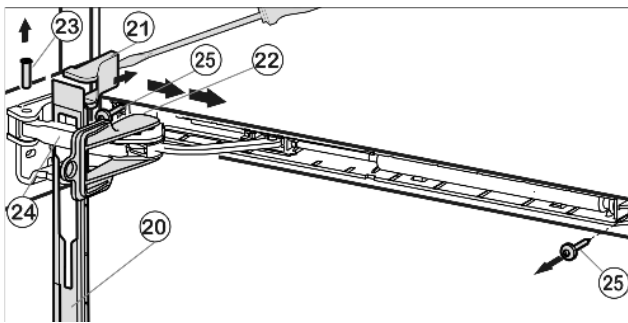

Fig. 10
- ▶ Сдвиньте накладку над амортизационной скобой Fig. 10 (24) в направлении устройства вперед.
- ▶ Зафиксируйте предохранитель Fig. 10 (22) в продольном пазе.
- ▶ Подденьте крышку Fig. 10 (21) отвёрткой с внешней стороны и снимите в направлении наружу.
- ▶ Выдавите палец Fig. 10 (23) снизу.
- ▶ Нажмите амортизационную скобу Fig. 10 (24) в направлении дверцы.
- ▶ Снимите накладку Fig. 10 (20).
- ▶ Открутите целиком амортизатор закрывания двери (2 шт. Torx 15) Fig. 10 (25).